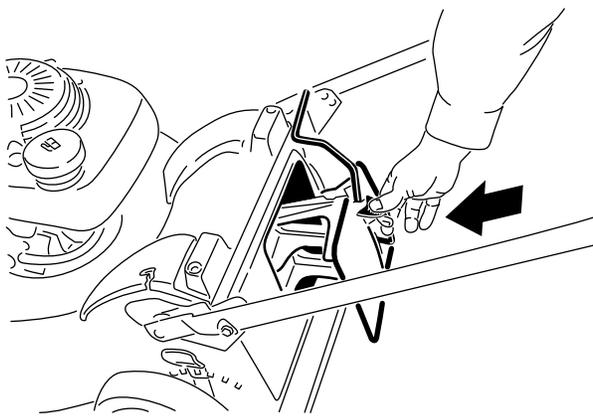

Figure 28
2. Insérez l'obturateur d'éjection arrière (Figure 28).